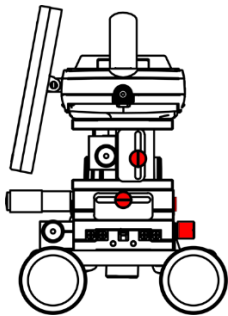

图 2
1) 取出设备后将仪器 XYZ 三方向移动平台紧固螺丝拧松（平台紧固螺丝是为了防止仪器在移动运输过程中平台晃动，避免因晃动导致的平台精度受损），平台紧固螺丝见（图 2）红色标注的螺丝，一共 3 颗，分别是：水平 X 方向移动平台紧固螺丝，水平 Y 方向移动平台紧固螺丝，垂直 Z 方向移动平台紧固螺丝。